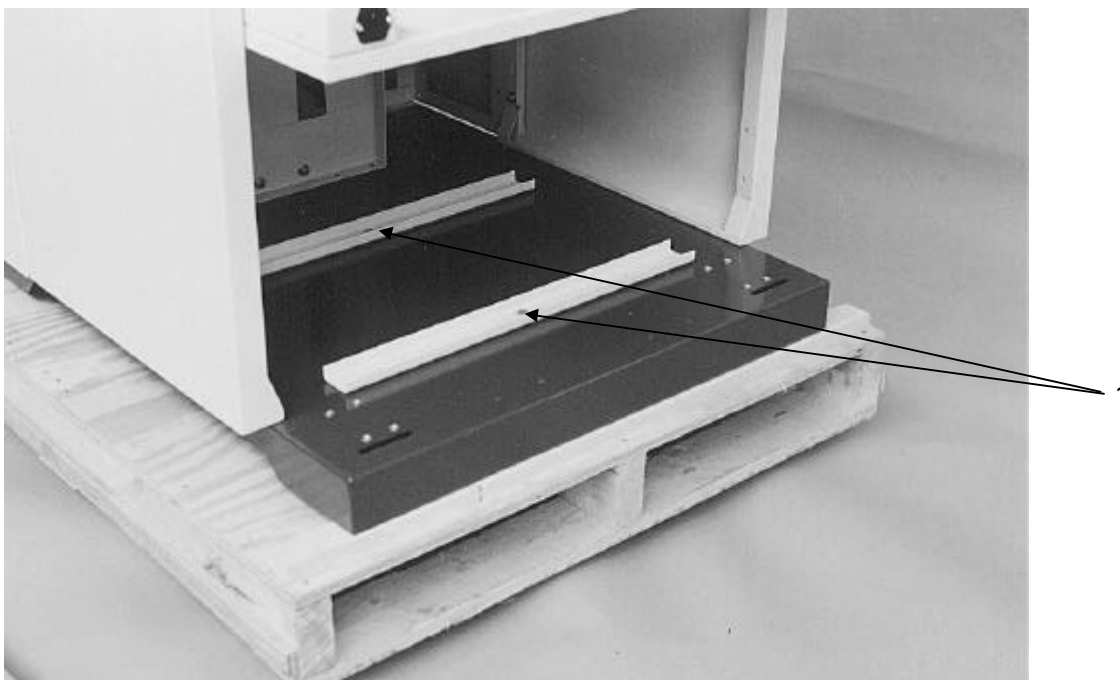

figura 1
- Quite los pernos de fijación con los que se sujeta la máquina en la paleta (consulte: figura 1, número 1).